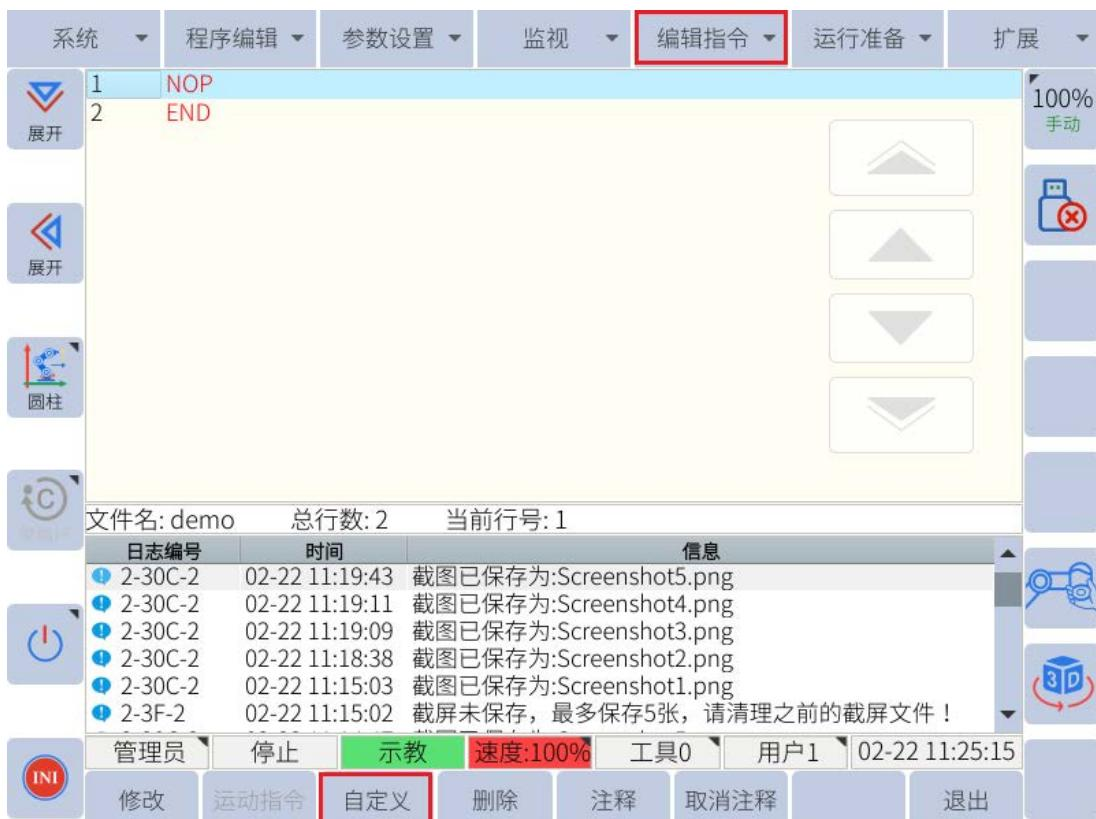

图 4-6：插入其它指令
2. 然后按主菜单下的“编辑指令”或子菜单区域的“自定义”选择要插入的指令，如图 4-6 所示。